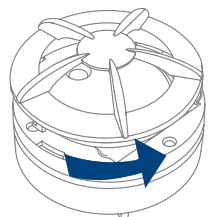

Fig. 1
1. Abra la App ZigBoat™, seleccione la puerta de enlace en el menú de puertas de enlace ZB, espere unos segundos, y luego pulse el botón menú en la parte superior derecha (fig. 1) . Seleccione "Lista de dispositivos" (fig. 2). Para agregar el sensor, introduzca el número de serie que figura en la etiqueta del sensor (fig. 3). Para ver el número de serie quite la cubierta de la alarma y el disco de plástico interno.